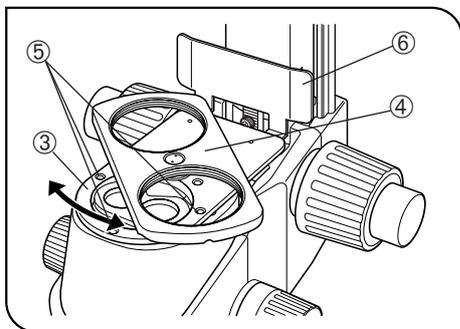

Fig. 28
4. Coloque o suporte do revólver do porta-objectivas ③ (com os suportes ④ virados para cima) no lugar do suporte da objectiva, alinhando os orifícios roscados. Com a chave Allen (para parafusos M3), aperte o suporte do revólver com os três parafusos de aperto fornecidos (M3, 6 mm de comprimento) ⑤. (Fig. 28)
- Como os orifícios roscados podem estar ocultos pelos suportes ④, vá rodando o suporte do porta-objectivas enquanto o aperta. (Fig. 28)
6. Coloque duas objectivas nos respectivos suportes ④ e aparafuse-as. (Fig. 28)